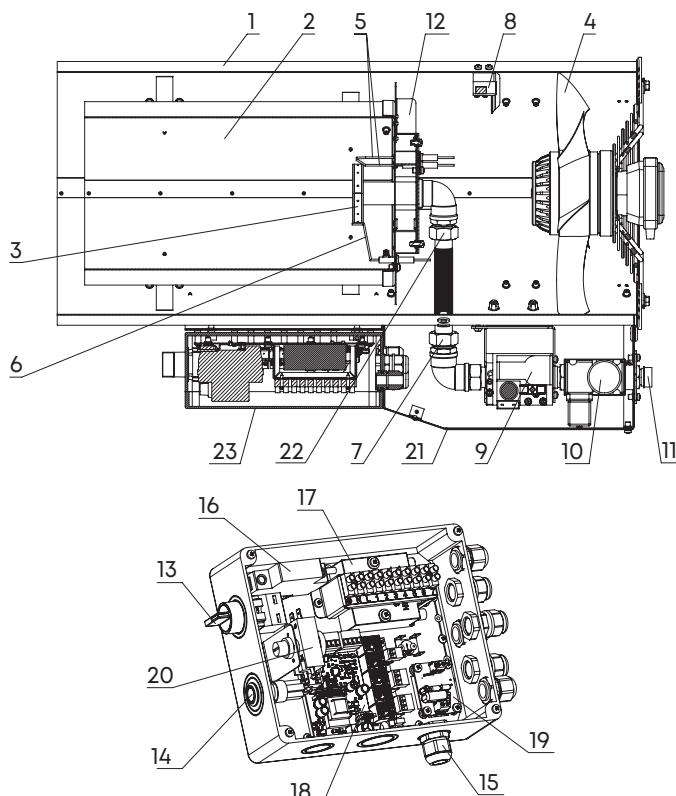

Рис. 1. Устройство прибора
- снять крышку блока (23, рис. 1), открутив 4 винта отверткой с широким плоским шлицом (винты несъемные);
- продеть кабель через гермовод (15, рис. 1) и подключить к клеммам РЕ, N, L, 1, 2 согласно разделу «Электрическая схема»;